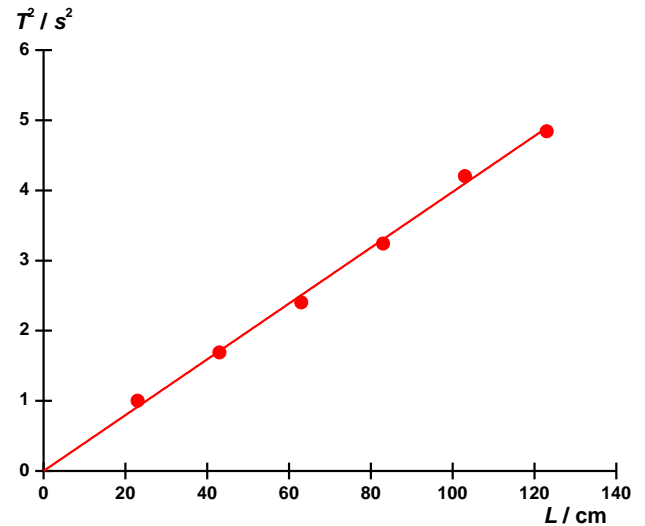

Fig. 4: Quadrat der Schwingungsdauer T^2 in Abhängigkeit von der Pendellänge L .
- Die Quadrate der Schwingungsdauern T^2 gegen die Pendellängen auftragen und eine Gerade an die Messpunkte anpassen (Fig. 4).